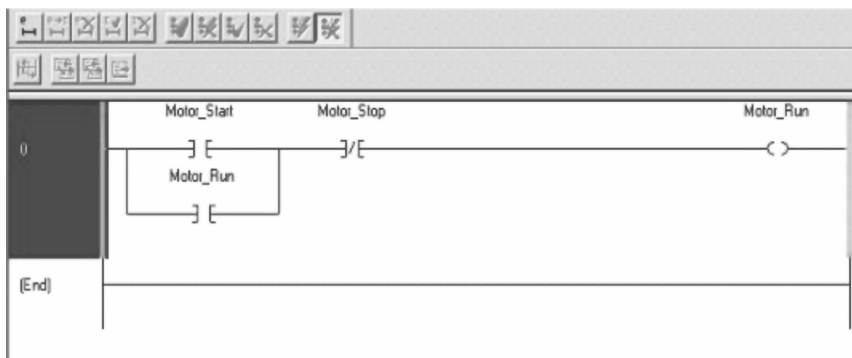

图 7-10 按下 “Motor_Stop” 后的梯形图
7. 按下按钮 DI1 (Motor_Stop)，并验证输出 DO0 (Motor_Run) 已关闭，如图 7-10 所示。